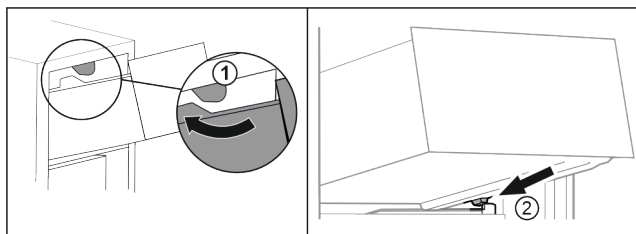

Fig. 90
- ▶ Poprowadzić szufladę wokół górnego stopera. Fig. 90 (1)
- ▶ Założyć szufladę pod skosem za dolnymi stoperami na żebro pojemnika. Fig. 90 (2)